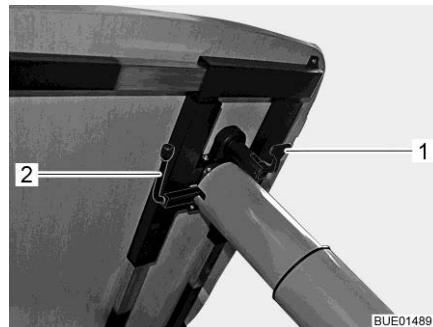

Bild 128 Inställning lyftbord
- Fäll ned låsarmen (Bild 128,1).
Ombyggnad till sängbotten: ■ Sväng spaken (Bild 128,2) under bordsskivan 180° medurs. Lyftmekanismen i bordsbenet låses upp.
Fälla upp bordsskivan: ■ Sväng spaken (Bild 128,2) under bordsskivan 180° medurs. Bordsskivan åker själv upp till det övre ändläget.